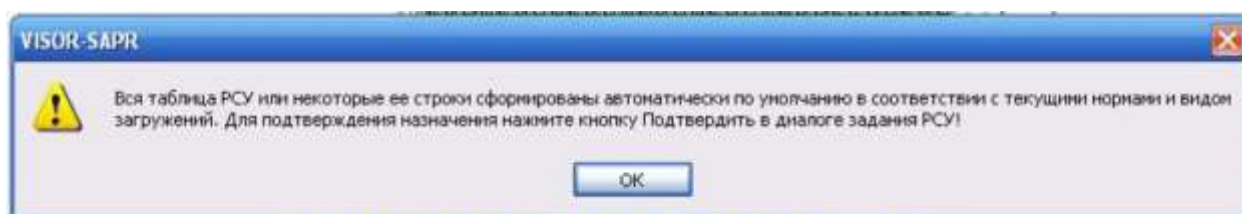

Рисунок 29 - Окно-предупреждение **VISOR-**
- На экране появляется окно-предупреждение **VISOR-SAPR** (рис. 29), в котором щелкните по кнопке **ОК**.
Так как вид загружений задавался в диалоговом окне **Редактор загружений** (рис. 29) таблица РСУ сформировалась автоматически с параметрами, принятыми по умолчанию. Для данной задачи нужно произвести корректировку некоторых параметров, учитывающих особенности нагрузок в соответствии с СП 20.13330.2016 «Нагрузки и воздействия». В нашей задаче необходимо изменить коэффициент надежности для загружений 2, 4 и долю длительности для загрузки 4.